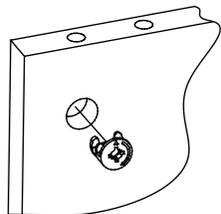

Рис.3
3. Вставить головки минификсов в соответствующие плоскостные отверстия боковин 2, 3 (Рис. 3).